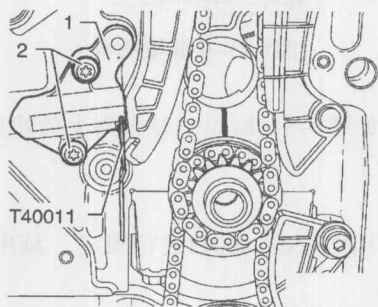

图1-2-14 安装正时链张紧器
⑧如图1-2-14所示,安装链张紧器1并用 $9\text{N}\cdot\text{m}$ 的力矩拧紧紧固螺栓2,从链张紧器中拔出定位销T40011,张紧正时链。检查曲轴链轮和气缸体上的标记,它们必须相互重叠。